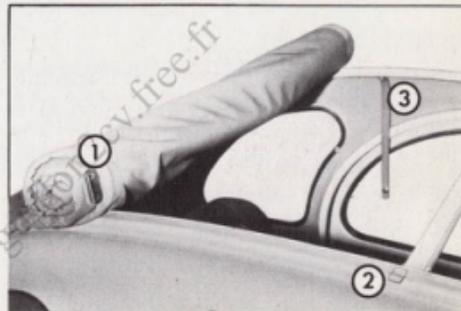

Fig. 28 - Ouverture totale de la capote
- Dégager les pattes d'attaches de la capote (Fig. 28, Rep. 1) des ergots de fixation (Rep. 2).